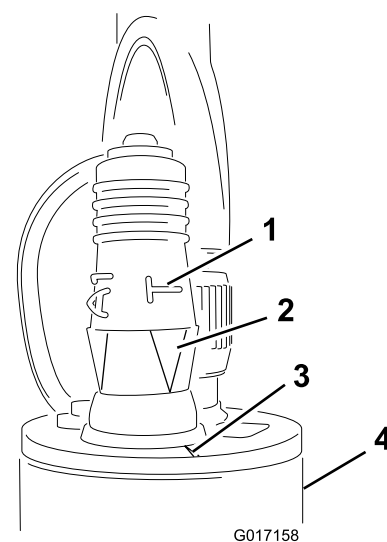

Bild 14
5. Befestigen Sie den Programmierungsstecker am Sensor (Bild 14).
Wichtig: Stellen Sie sicher, dass Sie den Pfeil unter dem seitlichen T“ mit der Kerbe an der oberen Kante des Sensors ausfluchten (Bild 14).